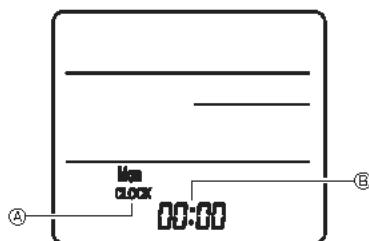

Fig. 7-8
3) Einstellung (Uhreinstellung) (Fig. 7-8)